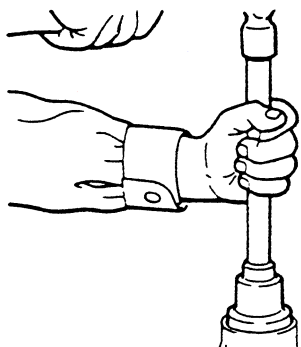

图 4-126 安装油封
(5) 拆卸驱动小齿轮螺母、垫圈、尾端颚、卡环及轴承座圈，安装预负荷垫片（曾拆卸过）至驱动小齿轮内。装上轴承座圈与卡环。
(6) 如图 4-126 所示在油封唇部涂抹齿轮油并利用工具 W-147D(油封安装器)和 C-4171(把手)装入轴内。。